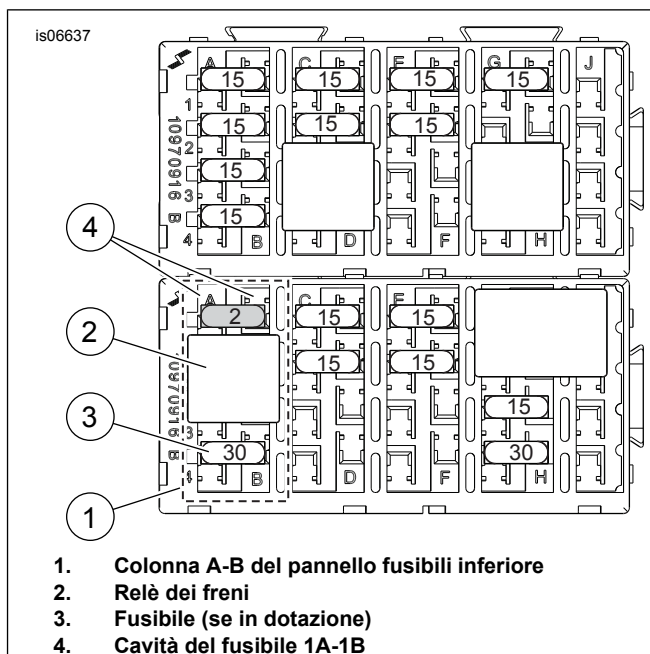

Figura 14. Cavità del fusibile P&A IGN (accensione P&A) (modelli Touring 2008 e anni successivi)
3. Vedere Figura 14. Individuare la cavità del fusibile 1A-1B (contrassegnata con "P&A IGN", "2A MAX" sul coperchio) sul pannello fusibili inferiore (1). Rimuovere il relè dei freni (2) e il fusibile (3, se in dotazione) effettivamente installati nella colonna A-B, annotandone la collocazione.